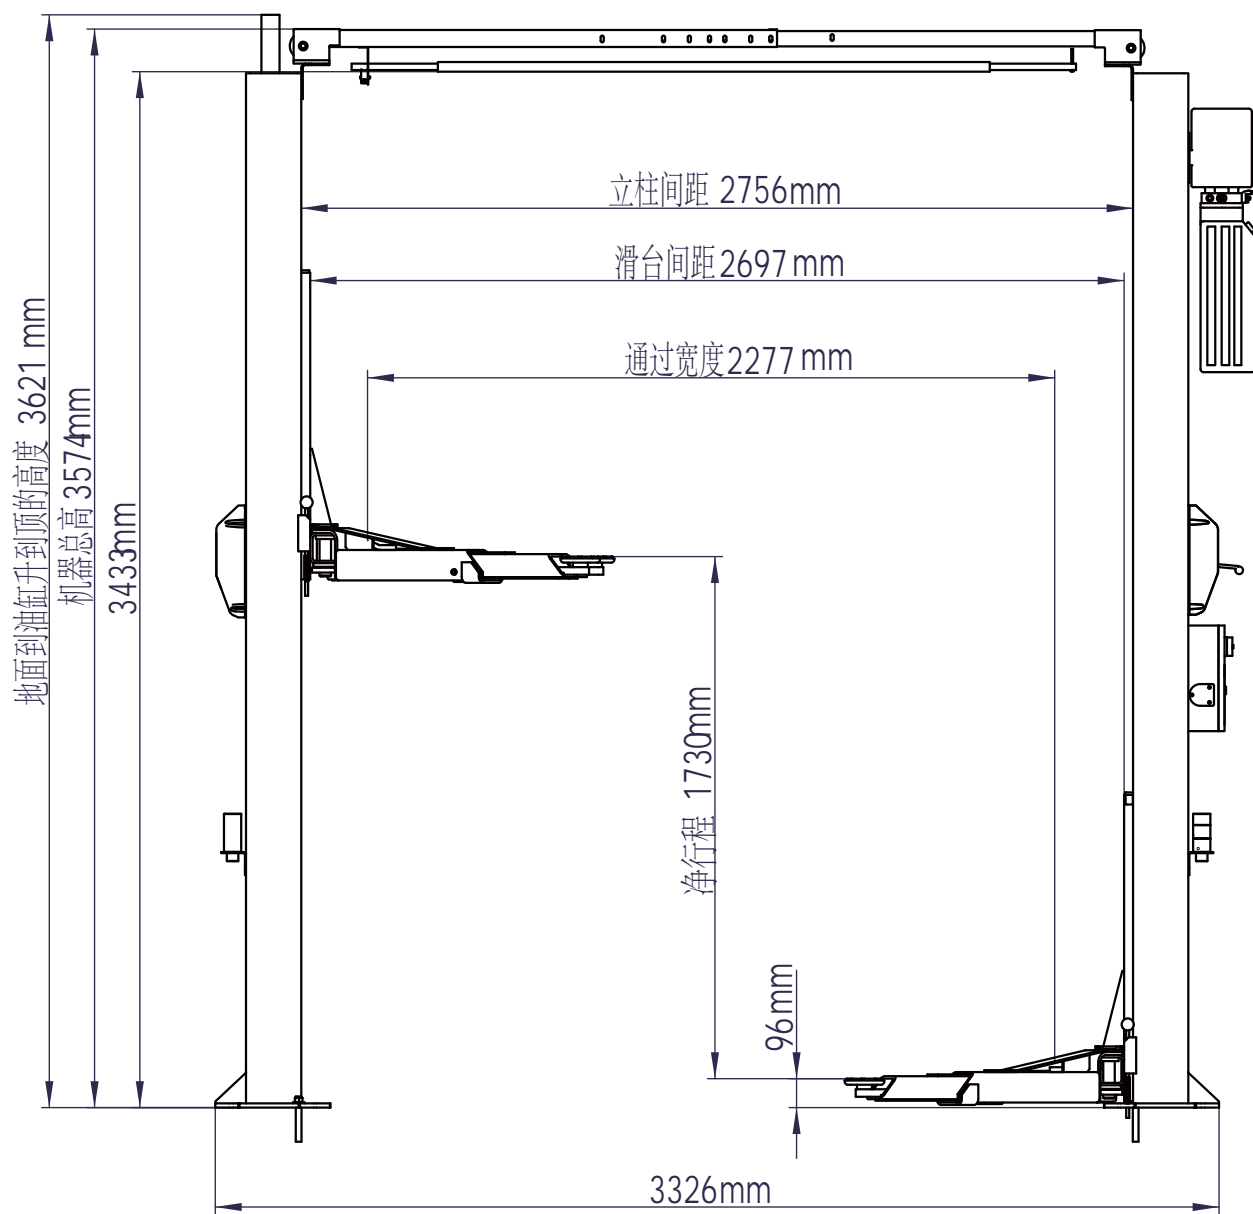
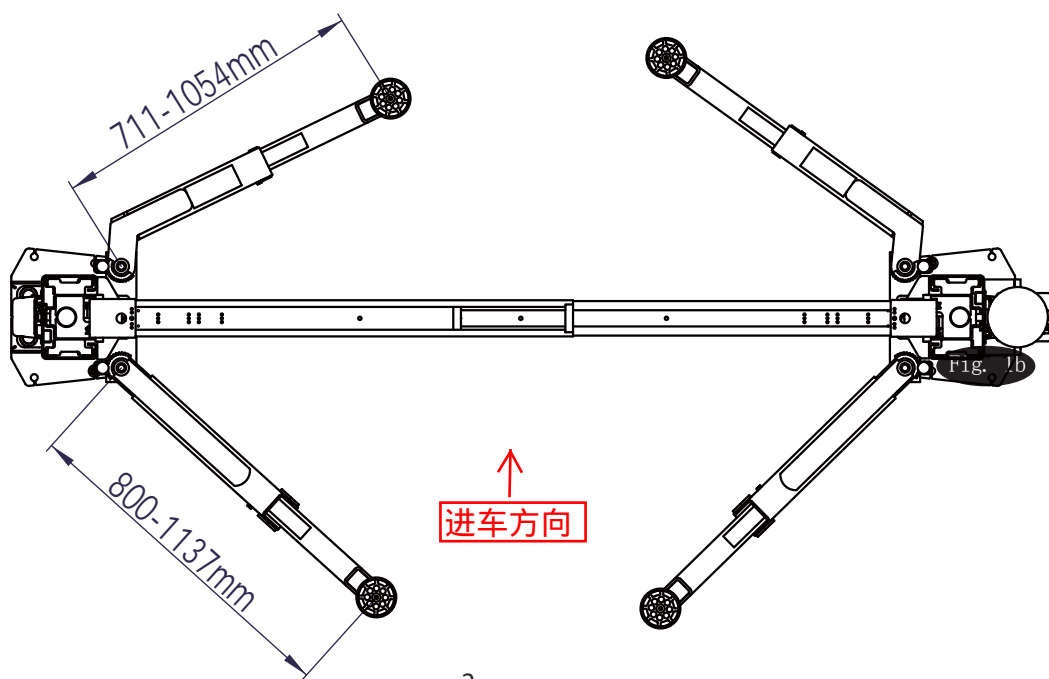

Fig. 1a
Fig. 1b
1. 举升机放置： 可以参考建筑平面图放置举升机。 Fig. 1a & Fig. 1b 显示标准的安装尺寸。
8. 架起升降机: 按照 Fig. 1a & Fig. 1b 的尺寸将立柱安装到工作区。将有液压站支架的立柱放在车辆进入时的乘客一侧。两个立柱底必须按升降机中心线对齐。使用底板前部的小槽定位升降机中心线。使用合适的设备将滑台上升并挂到第一档锁。确保锁安全地挂入。